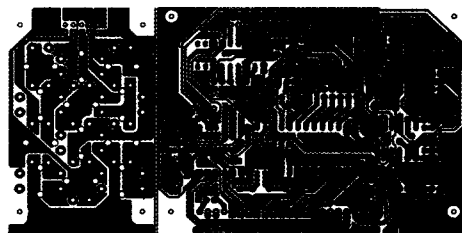
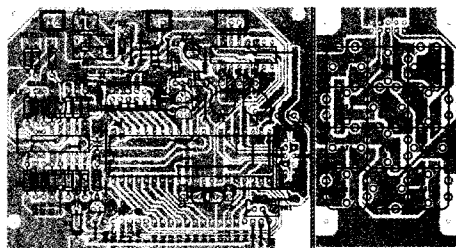

图 3 印制电路板
图 4 印制板元件面
印制电路板如图 3 所示。先焊接跳线, 再焊其他元件, 最后焊液晶屏插座。插座焊在电路板的铜线面, 将插座的引脚折弯 90 度, 直接贴在电路板的焊脚上焊。按键板上的 J4 也要焊在铜线面上, 要用水平安装的插座, 否则由于是单面板, 无法焊接。在单片机的②脚与 LM324 的③脚间还有一根飞线。焊好后的实物如图 4 所示。全部焊完后, 接通电源, LCD 应有显示, 调节 VR1, 使对比度合适。